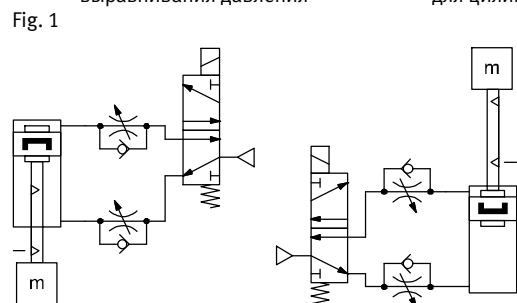

Fig. 2
- Используйте дроссели с обратным клапаном (дросселирование выхлопного воздуха) для регулирования скорости цилиндра (пневматическое управление → Fig. 2).